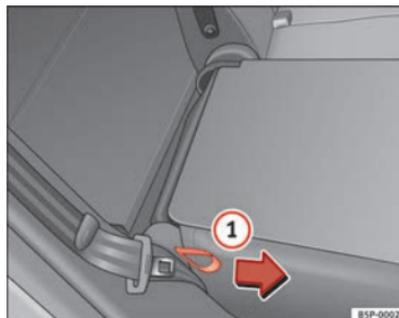

Fig. 99 Rebater ou levantar o encosto do banco traseiro
- Puxar a pega lateral do banco ⇒ Fig. 99 ① no sentido da seta e levantar o encosto até que encaixe.